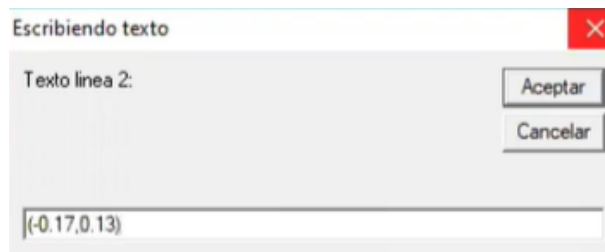

Figura 338. Coordenadas del vértice.
44. En la segunda ventana, introducir las coordenadas del vértice y presionar “Aceptar”. Figura 338.